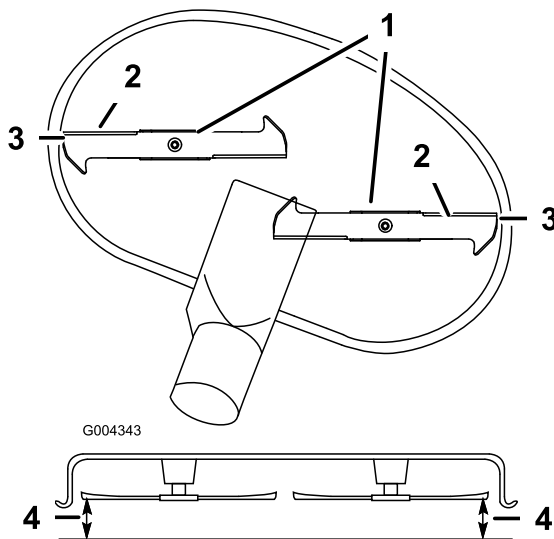

Bild 53
5. Drehen Sie die Schnittmesser vorsichtig von einer Seite zur anderen (Bild 53). Messen Sie den Abstand zwischen den äußeren Schnittkanten und der ebenen Oberfläche (Bild 53). Wenn beide Messwerte nicht innerhalb von 5 mm liegen, ist eine Einstellung erforderlich. Machen Sie mit diesen Schritten weiter.